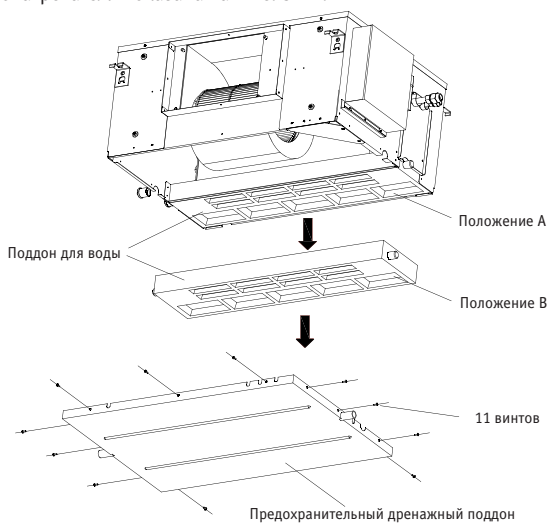
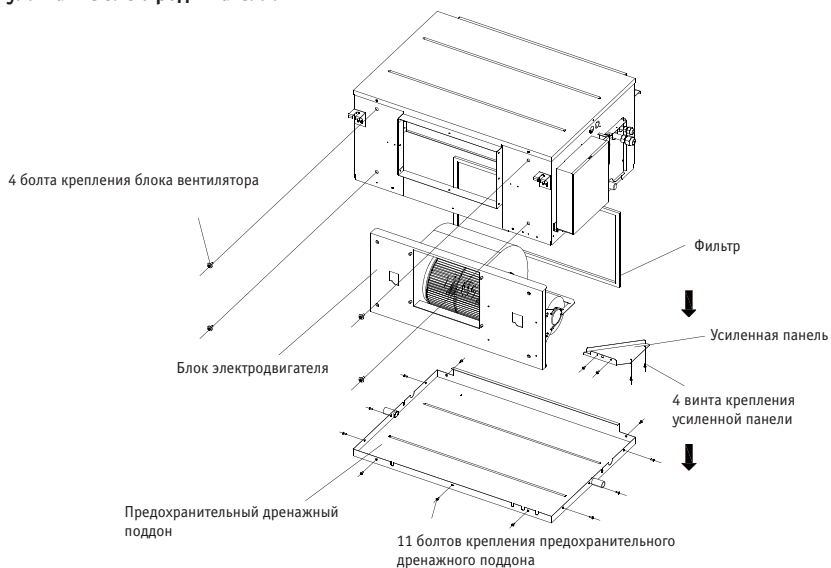

Рис. 5-12
Рис. 5-13
- Отверните все 11 винтов крепления предохранительного дренажного поддона, а затем отсоедините поддон как показано на Рис. 5-12.
- Снимайте поддон по направлению стрелки, показанной на Рис. 5-12.
1. См. Рис. 5-12. Отверните все 11 болтов крепления предохранительного дренажного поддона и снимите его.
2. См. Рис. 5-12. Отверните все 4 винта крепления усиленной панели и снимите её.
3. См. Рис. 5-12. Отверните все 4 болта крепления блока вентилятора. Порядок демонтажа указан на Рис. 5-13.
4. См. Рис. 5-13. Сместите до упора блок вентилятора в горизонтальном направлении, затем, чтобы его снять, слегка приподнимите и опустите вниз.
1. Целиком блок изображен на Рис. 5-13.